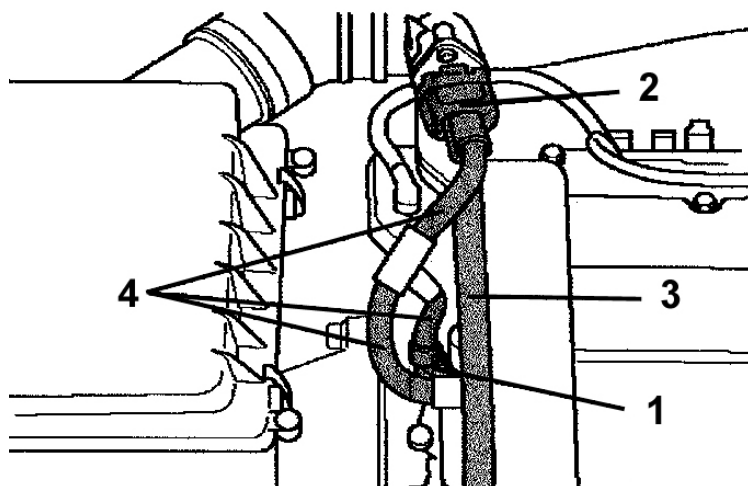

Fig. 1
- Scollegare il connettore dal sensore temperatura (v. fig. 1 punto 1) e dal debimetro (v. fig. 1 punto 2).
- Rimuovere la copertura (v. fig. 1 punto 3).
- Rimuovere il rivestimento in plastica e il nastro isolante dal fascio cavi (v. fig. 1 punto 4).